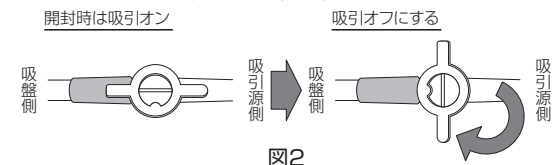

図2
6. 本品の全てのコックを操作して吸引をオフにし、アラーム音が鳴らないことを確認する (図2)。